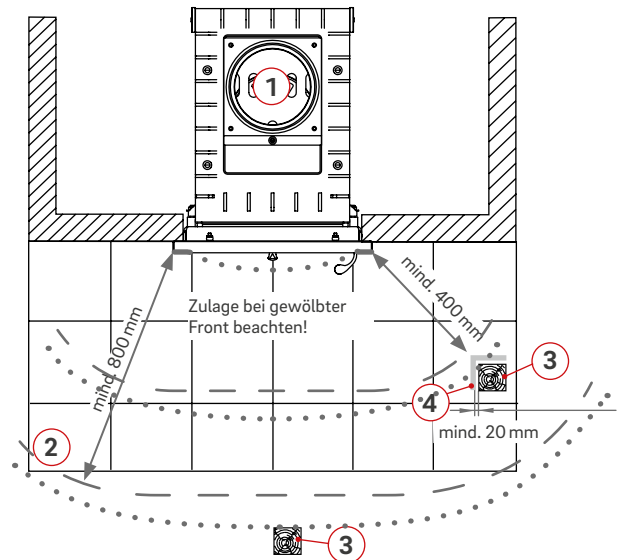

Abb. 2: Schutz von brennbaren Bauteilen im Strahlungsbereich der Feuerraumöffnung
- Von der Feuerraumöffnung müssen nach vorn, nach oben und zu den Seiten mindestens 800 mm Abstand zu Bauteilen aus brennbaren Baustoffen oder brennbaren Bestandteilen sowie zu Einbaumöbeln eingehalten werden; bei Anordnung eines auf beiden Seiten belüfteten Strahlungsschutzes genügt ein Abstand von 400 mm. Dabei muss der belüftete Abstand des Strahlungsschutzes mindestens 20 mm betragen (Abb. 2).